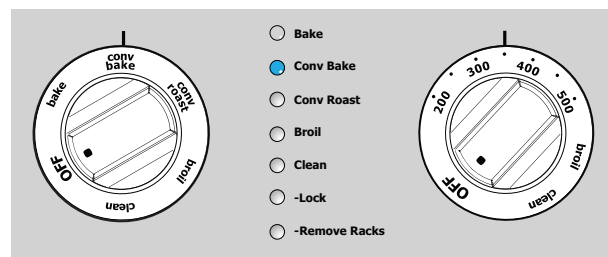

Figure 21 : Sélection de la cuisson par convection
2. Tourner le bouton du four sur < **Conv Bake** > (cuisson par convection). Le témoin lumineux < Conv Bake > (cuisson par convection) clignote (Figure 21).